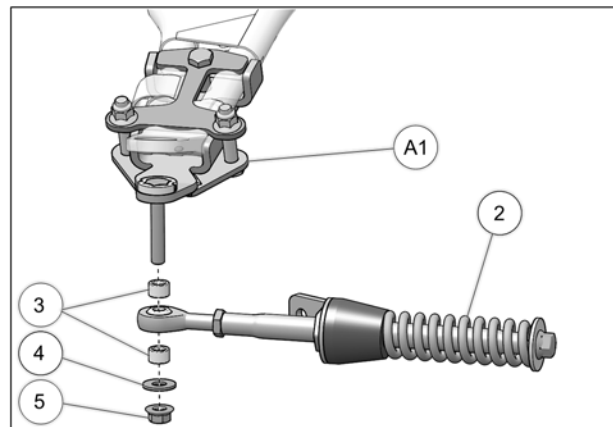

Fig. 18
9. Fixer le bras stabilisateur (2) à l'ancrage de suspension (**A1**) à l'aide des deux espaceurs (3), de la rondelle (4) et de l'écrou autobloquant (5). Serrer à un couple de 70 N•m [52 lb•pi]. Voir la Fig. 18